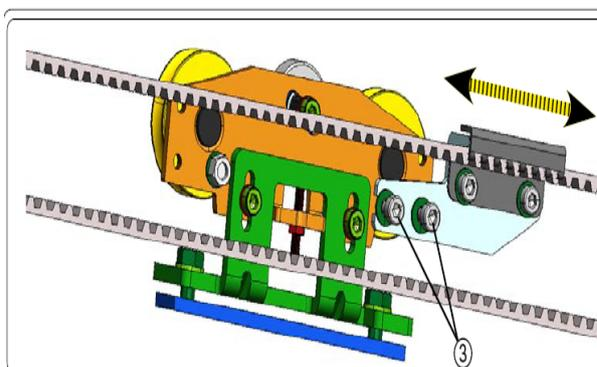

Рис. 24
- Ослабьте 2 винта (рис. 24) которые присоединяют узел крепления ремня к каретке привода (на обеих каретках для двустворчатых дверей).